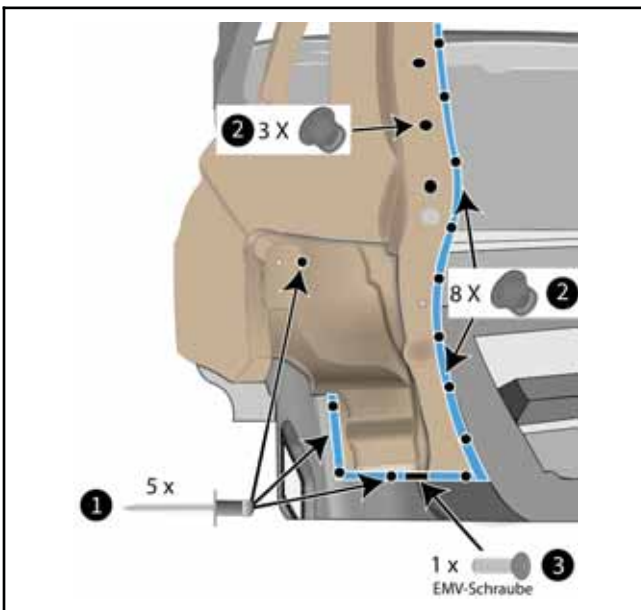

Bild 10: einbau Heckansicht
- Vernieten Sie den Bereich Bild 10 und 11 | Pos. 1 mit **9** Blindnieten (N3)
- Vernieten Sie den Bereich Bild 10 und 12 | Pos. 2 mit **45** Stanznieten (N4)
- Verbauen Sie nach dem Aushärten **1** EMV-Schraube (Bild 10 | Pos. 3).